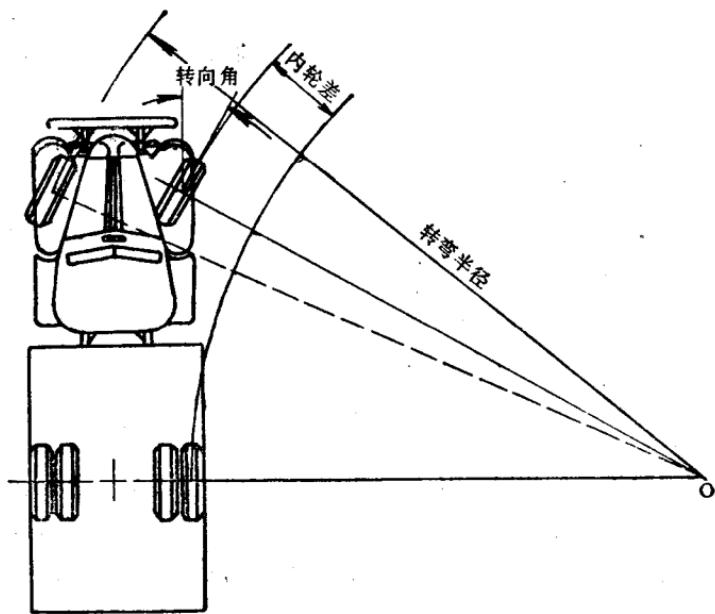

图9 最小转弯半径和内轮差
3. 转弯半径——最小转弯半径 汽车转弯时，外前轮行驶的圆弧轨迹的最小圆弧半径即为最小转弯半径。解放牌汽车最小转弯半径为9.2米，东风EQ140型汽车不超过8米。如图9。转弯半径的大小与下列因素有关：轴距越大，转弯半径也越大，汽车转弯困难；反之，转弯灵活。转向角越大，转弯半径越小，汽车转弯灵活；反之，转弯困难。